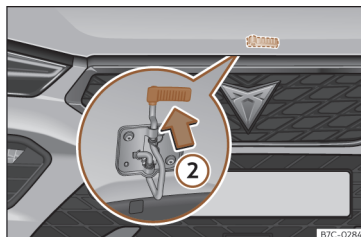

Fig. 193 Came baixo o capou.
- Para levantar o capô faça pressão para cima sobre a alavanca situada debaixo do capô »» Fig. 193 ②. O gancho de fixação fica desbloqueado.